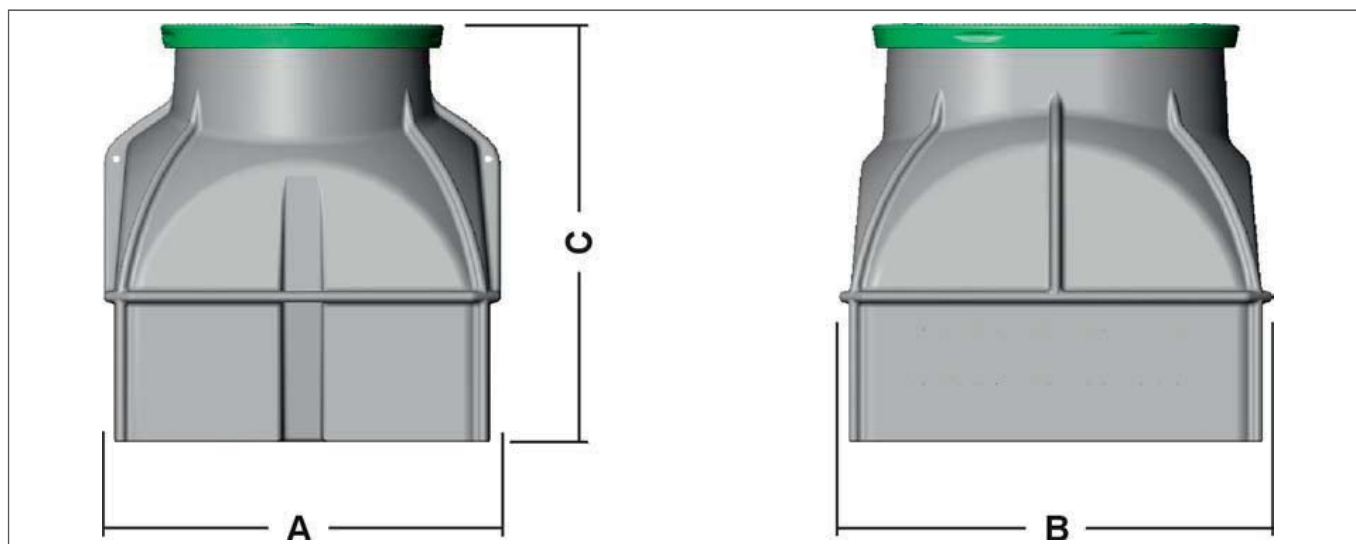

Fig. 8 Dimensioni del pozzetto e dello scavo
- Avvitare il coperchio girando verso destra (vedere Fig. 8)